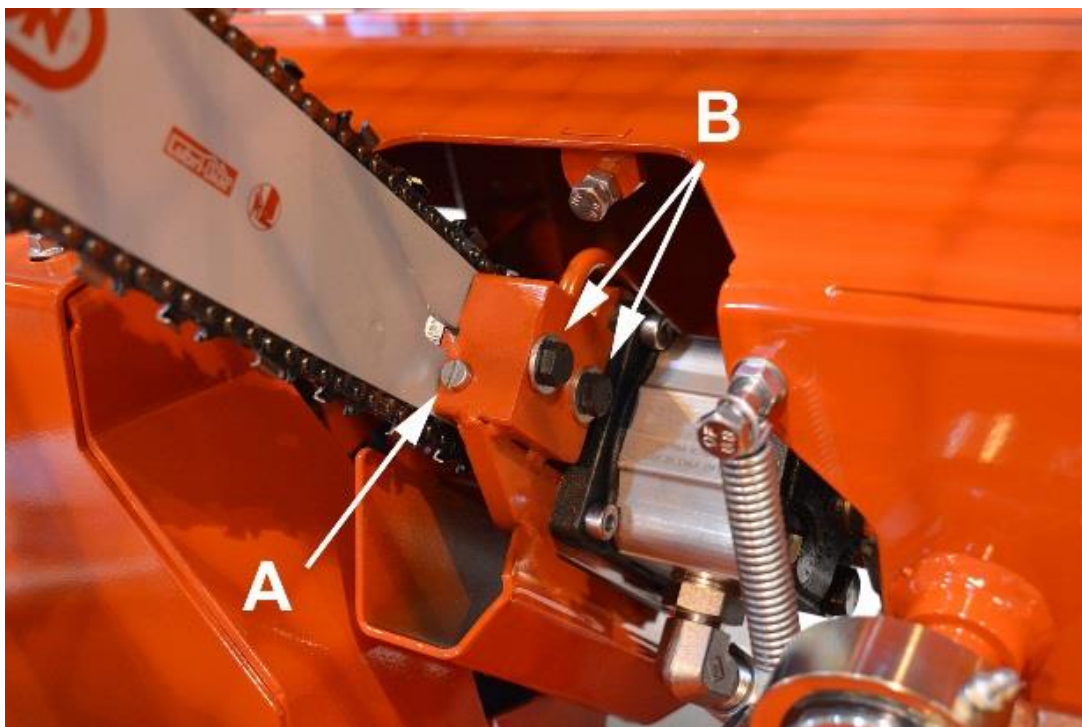

Bild 24.
3. Lossa på svärdets bultar B på bild 24.
4. Lossa på ställskruv A på bild 24 för sågkedjans spänning till det yttersta läget.
8. Dra åt sågkedjan med ställskruv A och spänn fästbultar B (bild 24).